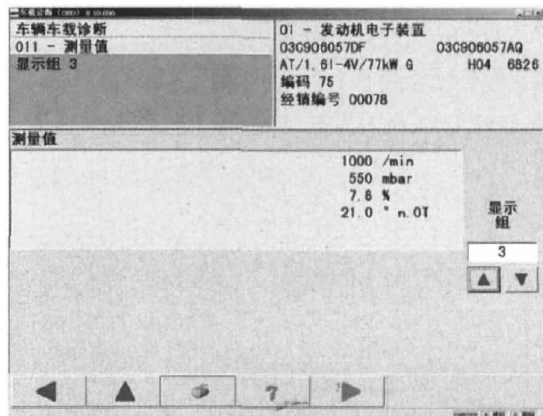
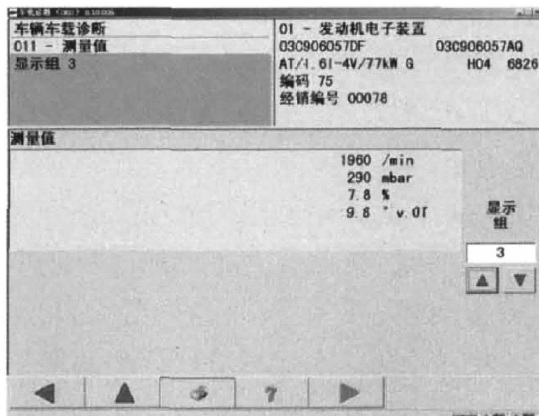

图 3.3-2 EPC 灯点亮的情况下, 怠速时节气门的角度与点火提前角的测量值
图 3.3-3 EPC 灯点亮的情况下, 踩下加速踏板发动机转速 2000r/min 时的测量值
1 区发动机转速 1000r/min, 2 区进气压力 55kPa (550mbar), 3 区节气门角度为 7.8%, 4 区点火角为 21.0°n. OT (见图 3.3-2), 踩下加速踏板后发动机转速升高至 2000r/min, 但节气门角度的数值没有变化。测试结果见图 3.3-2, 图中给出了怠速时和发动机转速接近 2000r/min 时测量值。
**数据分析:** 经过不同转速下发动机的 3 组数据的对比, 得出在发生故障时, 节气门控制单元处于紧急运行状态, 使节气门开度到达了 7.8%。发动机怠速转速之所以可以运行在 1000r/min 左右, 是发动机控制单元通过调节点火角度实现的。由图 3.3-2 和图 3.3-3 可知, 点火发生在 21.00 n. OT (上止点后), 踩下加速踏板时节气门开度依旧, 而发动机转速之所以能提高到 2000r/min, 是因为控制单元调节点火提前由 21.0°nOT 改为 9.8°v. OT (上止点前) 得到的。所以得出在转速上升的时候节气门并没有动作。为了验证分析结论, 进一步测量 62 组数据值。